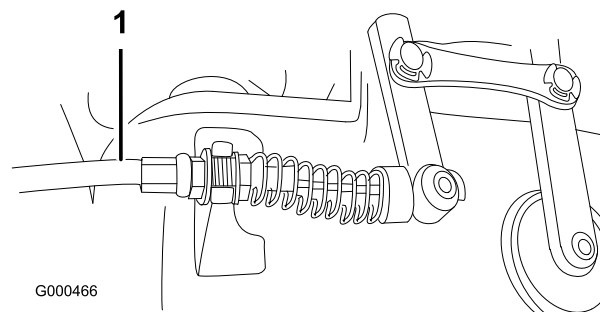

Figura 50
2. Per aumentare la tensione del cavo allentate il controdado anteriore del cavo e serrate il controdado posteriore del cavo (Figura 50) (sopra la scatola ingranaggi) finché la forza del cavo del cilindro non aumenta di 3,2 – 4,5 kg. alla manopola di comando.